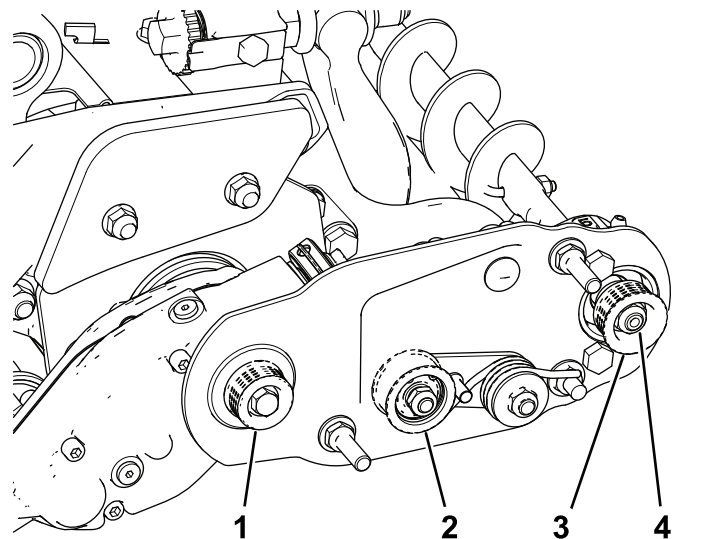
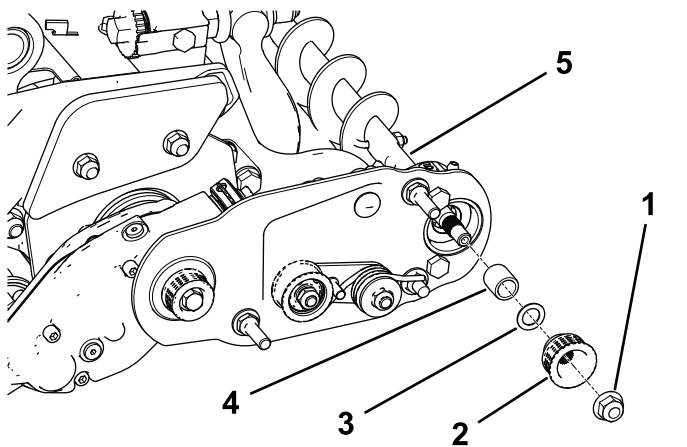

Bild 22
Bild 23
1. Die Antriebsriemenscheibe (an der Rollenbürstenwelle) kann nach innen und außen bewegt werden (Bild 22).
2. Drehen Sie die Spindel, die die Antriebsscheibe dreht, und drücken Sie gleichzeitig den Riemen von der Antriebsscheibe (Bild 22).
3. Entfernen Sie die Sicherungsmutter, mit der die Antriebsriemenscheibe an der Bürstenwelle befestigt ist (Bild 22 oder Bild 23).
4. Nehmen Sie die Antriebsriemenscheibe von der Welle (Bild 23).
5. Wenn die Scheibe nach außen bewegt werden muss, legen Sie eine 0,8 mm dicke Scheibe auf (Bild 23).
6. Setzen Sie die Riemenscheibe ein, wie in Bild 23 abgebildet.